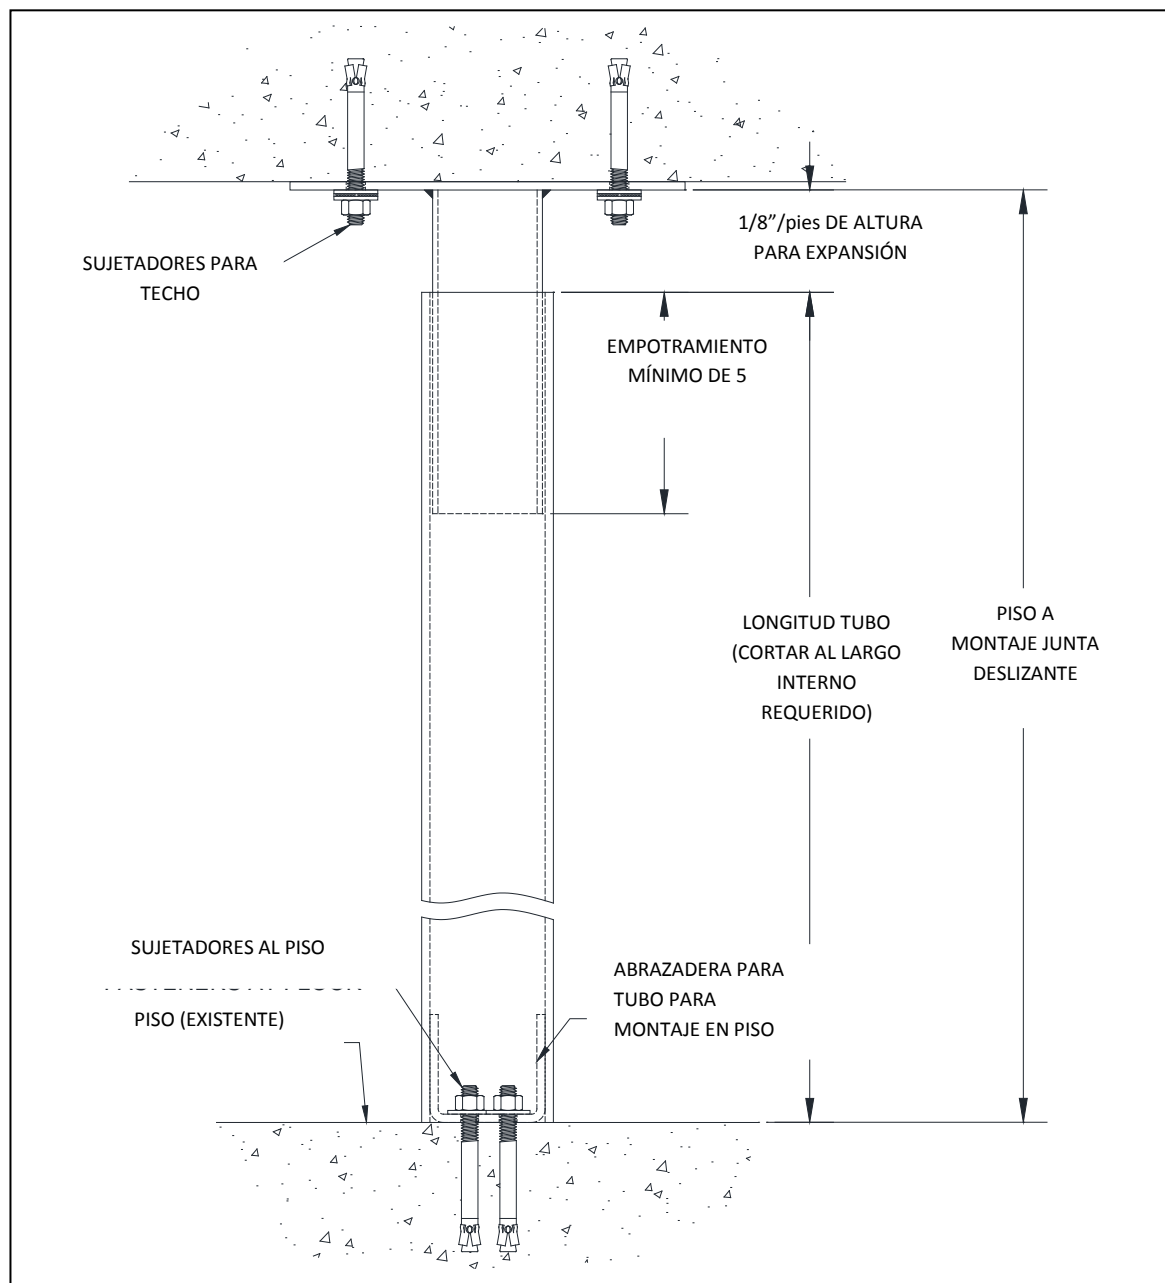

Figura 5.14 – Junta Deslizante entre piso y ensamblaje de montaje de techo.
11. Usar la información del trabajo y las marcas hechas en pasos anteriores para determinar el sitio correcto de las partes del el montaje de la junta deslizante. Instalar usando la herramienta proporcionada. Usar únicamente los sujetadores necesarios para sostener las partes del montaje en el lugar (2), ya que serán retiradas en un paso posterior.
12. Determinar la longitud del tubo requerido. Ver **Figura 5.14, 5.15 y 5.16** dependiendo de la configuración que esté instalando.